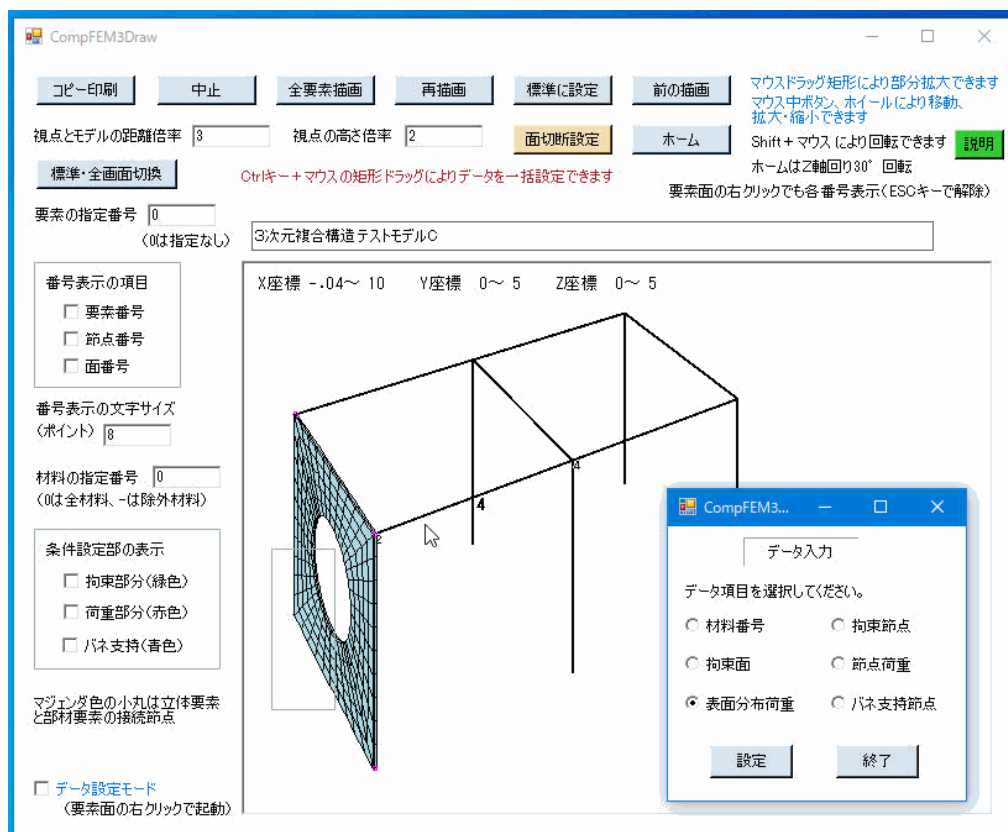
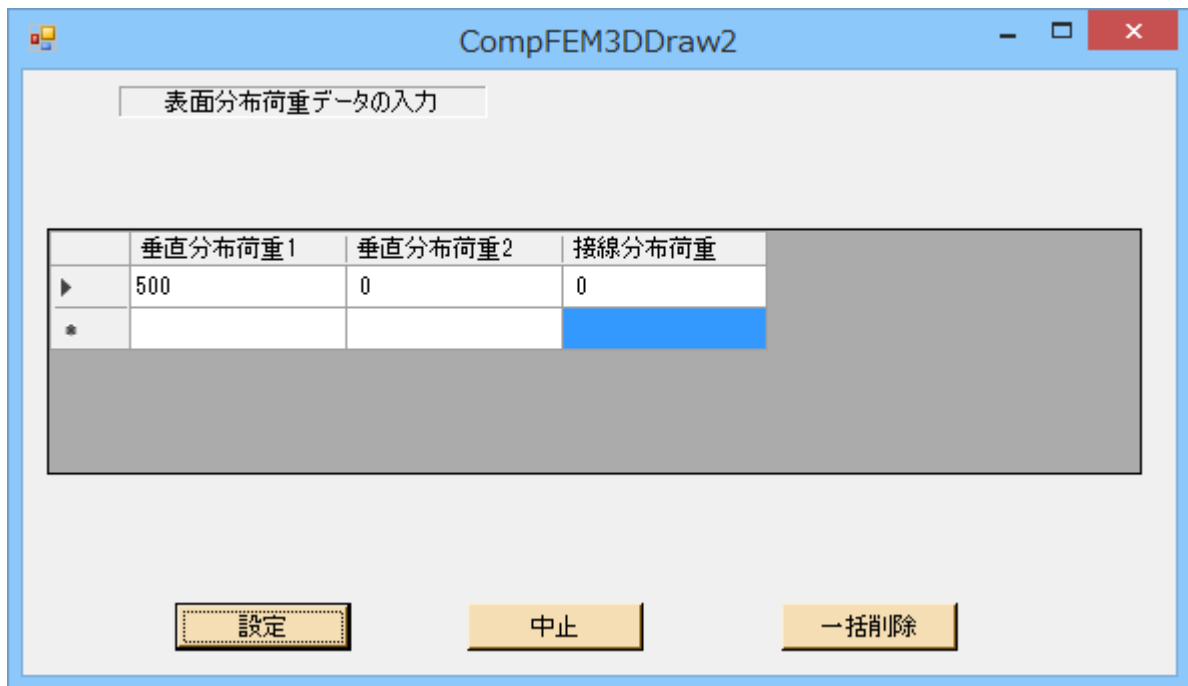
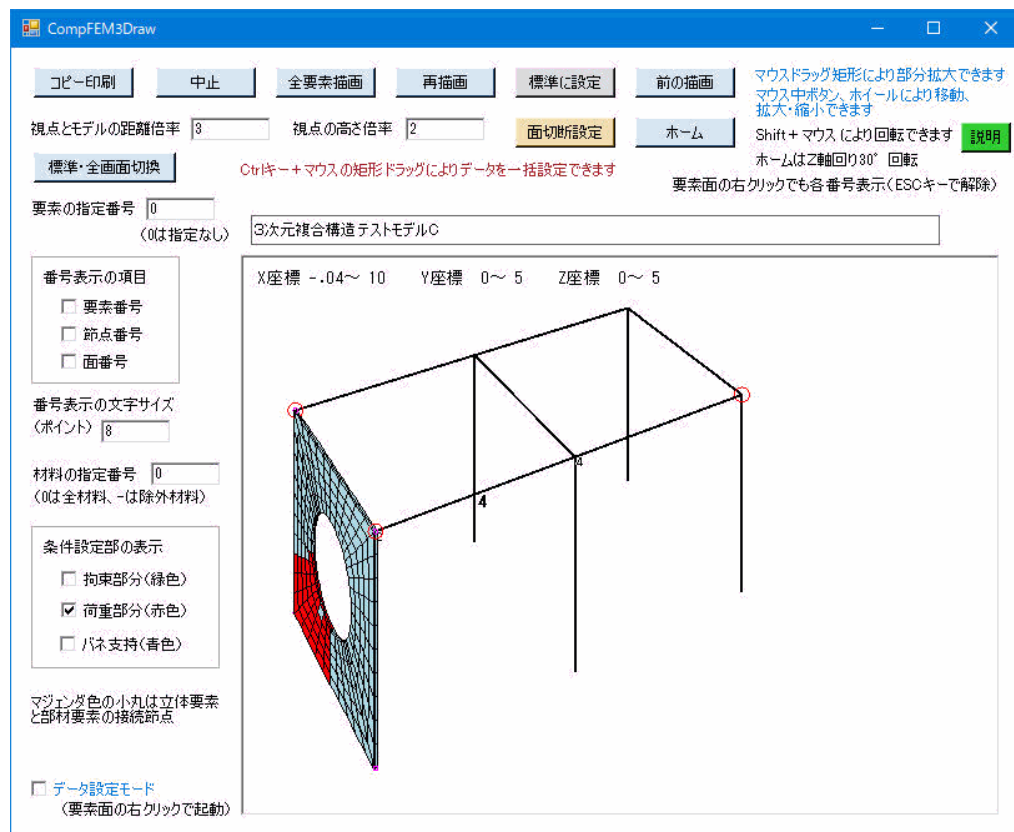

図4-25 構造作画の「Ctrlキー+マウス」ドラッグ矩形によるデータ項目選択画面
図4-26 構造作画における一括設定データ入力画面例（表面分布荷重の場合）
図4-27 一括設定終了後の構造作画の画面例（表面分布荷重の場合）
- 20) 「Ctrlキー+マウス」で矩形ドラッグすると、図4-25のようにデータ項目選択画面が出て、境界条件等のデータを一括設定できます。矩形の囲む必要範囲は、条件項目により有限要素、要素面、または節点の任意の領域となります。ただし、要素面は外周の面（穴の面を含む）に限定されます。
- ◇図4-25の画面でいずれかのデータ項目を選択し、「設定」ボタンをクリックすると図4-26のデータ入力画面に移ります。同図は拘束面データの入力画面ですが、他のデータ項目でも同様です。同図でのデータ入力は、一括設定のために番号等の表示が省略されている以外は、前述の「データ入力・修正」サブメニュー以降の各データ入力画面と同様です。ただし、「一括削除」ボタンが追加されています。図4-26で「設定」ボタンをクリックすると、データが一括設定され、図4-27のように構造画面に反映されます。また、「一括削除」ボタンをクリックすると、既存のデータが一括して削除されます。